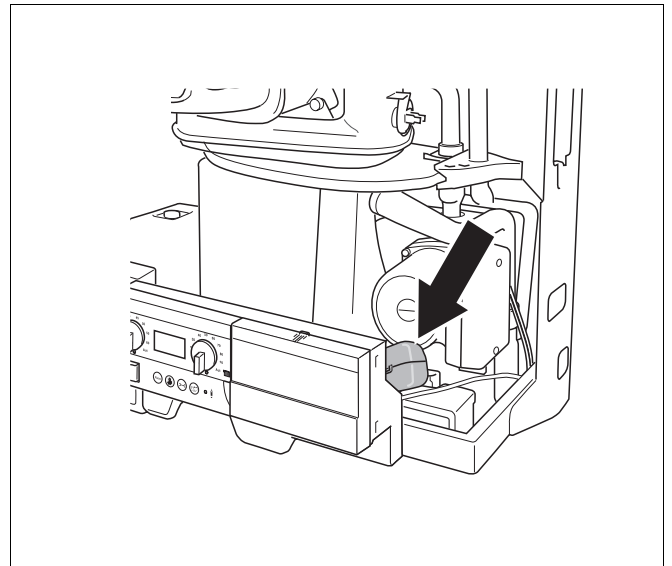

Bild 19 Zirkulationspumpe anschließen
- Kabel der Zirkulationspumpe im Modul anschließen (→ Bild 19). Genauere Informationen entnehmen Sie bitte der „Montageanleitung PZ-Modul Logamax plus GB132“.